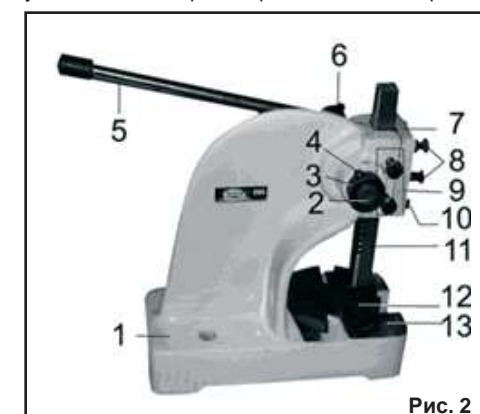

Рис. 2
6.1. Пресс состоит из следующих сборочных единиц и деталей (Рис. 2):
7. СБОРКА (Рис. 2)
7.7. Установите наковальню (12) на стол (13) в соответствии с предстоящей операцией.
Закрепите пресс на прочной и устойчивой рабочей поверхности верстака с помощью болтовых соединений (не комплектуется) через отверстия в основании (1), Рис. 2.
9. РЕГУЛИРОВКИ (Рис. 2)
11.2. Смазка (Рис. 2)